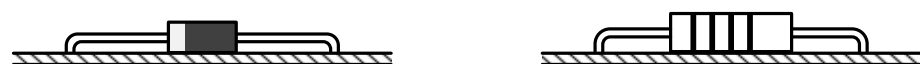

図4 ダイオード, 抵抗器の取付け方
- ① ダイオード(D1)、炭素皮膜抵抗器(R1~R3, R7, R8, R11, R12)は、図4に示すように本体をプリント基板にほぼ密着させて取付ける。